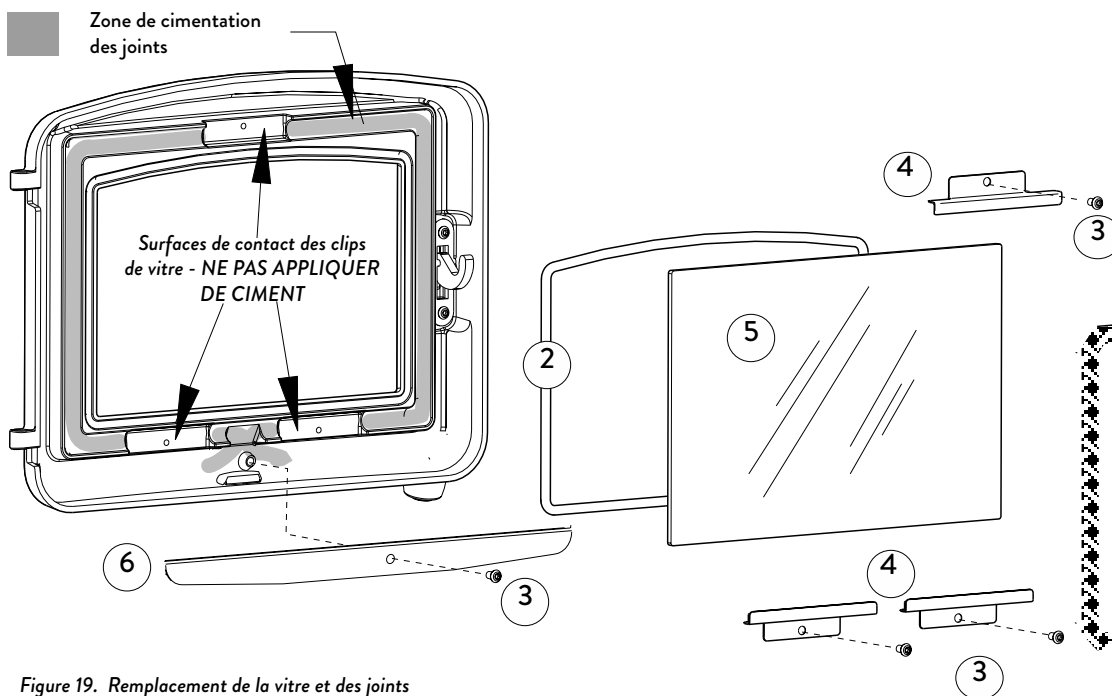

Figure 19. Remplacement de la vitre et des joints
2. Appuyez doucement sur chaque moitié de joint pour l'enfoncer dans le canal, en commençant par le centre du joint dans le sens de la longueur et le centre supérieur du canal. Ne pas étirer le joint. Décollez les extrémités en bas au centre comme indiqué à la figure 19.